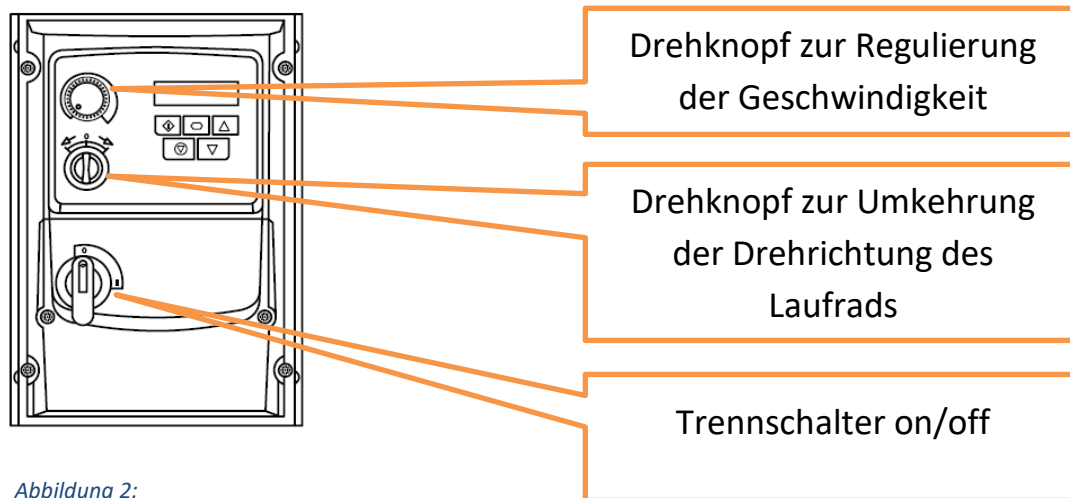

Abbildung 2:
- Überprüfen Sie die korrekte Drehung des Laufrads, das Laufrad hat einen Pfeil, der die richtige Richtung anzeigt. Um die Drehung umzukehren, drehen Sie den Richtungsknopf (siehe Abbildung 2) am Umrichter in die entgegengesetzte Richtung. Wenn der Inverterknopf in der Mitte positioniert ist, funktioniert die Einheit nicht. Sobald die Richtung des Drehknopfs für die korrekte Drehung festgelegt ist, eine Kennzeichnung vom Typ Etikett anwenden, um die korrekte Verwendungsposition zu fixieren.